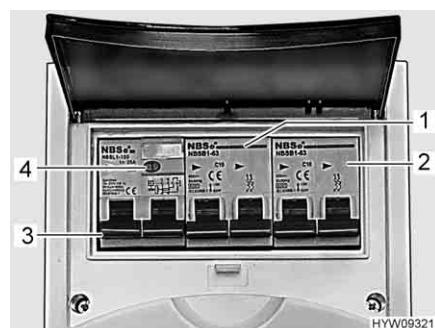

Fig. 102 Interruttore di sicurezza e interruttore automatico FI (scatola dei fusibili a 230 V)
Un interruttore di sicurezza per correnti di guasto (interruttore automatico FI) (Fig. 102,3) nella scatola dei fusibili protegge l'intero veicolo da correnti di guasto (30 mA).
L'interruttore di sicurezza collegato in serie (10 A) (Fig. 102,1) protegge le prese da 230 V, l'apparecchio per l'alimentazione elettrica, l'apparecchio per l'alimentazione elettrica supplementare e il frigorifero.
Per veicoli con accessori opzionali, p. es. l'impianto di climatizzazione, un ulteriore interruttore di sicurezza (16 A) (Fig. 102,2) protegge l'apparecchio.
- Se il veicolo è collegato all'alimentazione a 230 V, premere il tasto di controllo (Fig. 102,4). L'interruttore di sicurezza per correnti di guasto (FI) deve scattare.